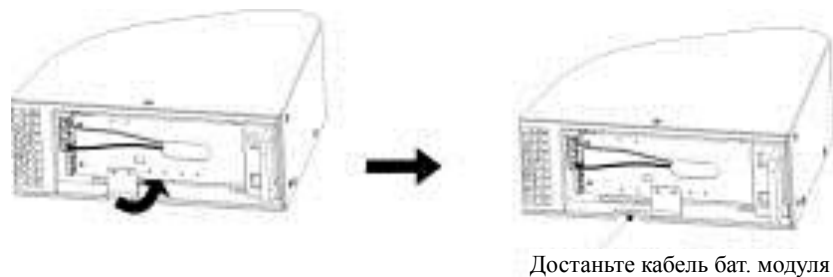

Рисунок 9 Удаление сепаратора кабеля ИБП
- b) В нижней части передней крышки ИБП достаньте сепаратор кабеля бат. модуля (см. Рисунок 9).